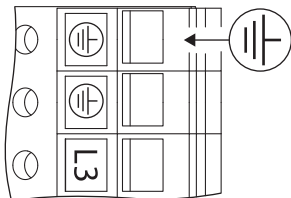

fig. 23: Extra jordning
- På grund av den förhöjda avledningströmmen för motorer fr.o.m. 11 kW krävs extra jordning enligt EN 50178 (fig. 23).